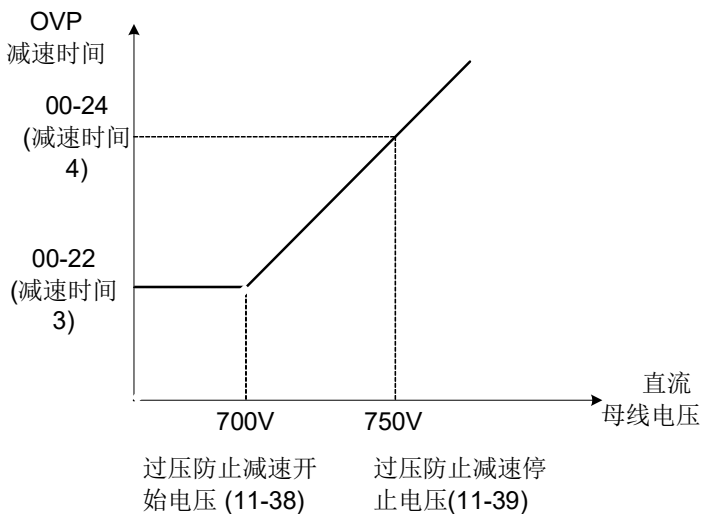

图 4.3.89 OVP减速时间
.当回升能源降低时，变频器输出会回归至输入频率参考，而减速速率是依据直流电压来决定，如下图4.3.89所示。
- 3).当变频器停止时，由00-15(Tdec1)设定减速速率，而在直流电压过高时，变频器会减速并采用上图4.3.89所示的OVP减速时间执行运转。
11-40 设定为过压防止模式 2, 过压防止模式 2 的动作流程与过压防止模式 1 相同, 但加强了图 4.3.89 中 DC BUS 电压超过 11-39 过压防止减速停止电压的部份, 加快频率补偿以防止跳过电压保护(OV)